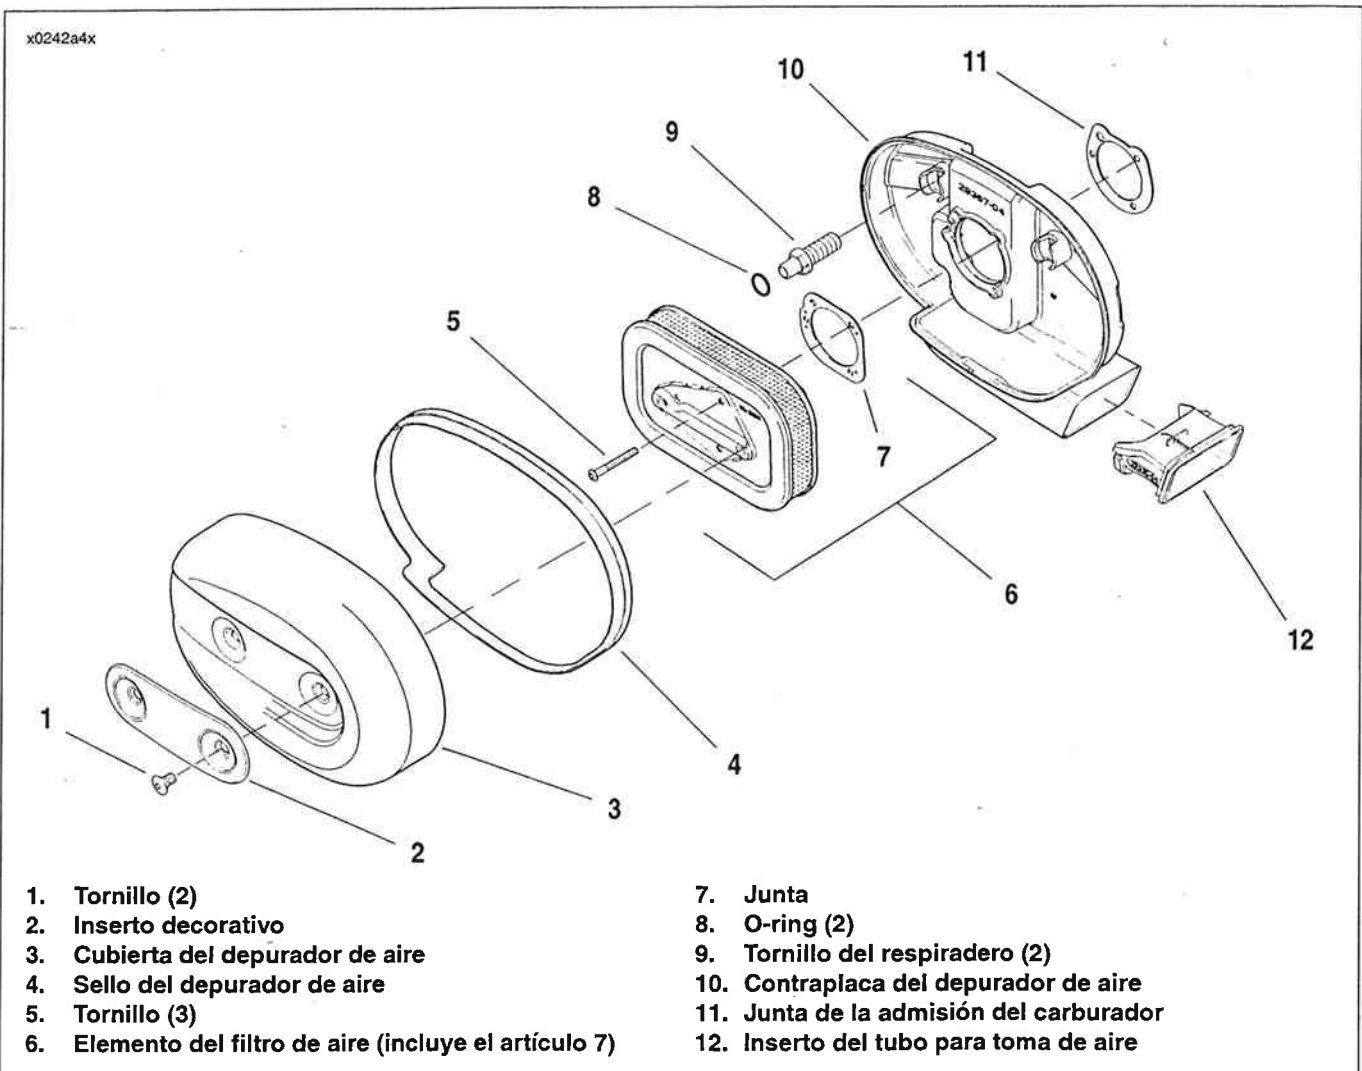

Figura 4-7. Conjunto del depurador de aire
1. Vea la Figura 4-7. Quite dos tornillos (1) y el inserto decorativo (2) de la cubierta del depurador de aire (3).
2. Quite la cubierta del depurador de aire de la contraplaca del depurador de aire (10). Quite el sello del depurador de aire (4) de la cubierta del depurador de aire.
3. Quite tres tornillos (5). Quite el elemento del filtro (6) y la junta (7) de la contraplaca del depurador de aire. Deseche la junta. Si se quita el elemento de filtro solamente para limpiarlo, continúe con la LIMPIEZA, INSPECCIÓN Y REPARACIÓN en 4.6 DEPURADOR DE AIRE.
6. Vea la Figura 4-7. Si el inserto del tubo de admisión de aire (12) necesita ser reparado o reemplazo, quítelo de la contraplaca del depurador de aire.
1. Vea la Figura 4-7. Limpie minuciosamente la contraplaca del depurador de aire (10) y el interior de la cubierta del depurador de aire (3).
2. Si el elemento del filtro de aire (6) se daña o si el medio de filtraje no se puede limpiar bien, reemplace el elemento y siga al paso 6.
2. Vea la Figura 4-7. Si el inserto del tubo de admisión de aire (12) se extrajo de la contraplaca del depurador de aire, deslice el inserto en la contraplaca del depurador de aire y encájelo en su lugar.
3. Coloque la junta nueva (11) y la contraplaca del depurador de aire (10) en la entrada de aire del carburador. Asegure la contraplaca del depurador de aire a la culata del motor con dos tornillos del respiradero (9). Apriete a 9,5-13,6 N·m (84-120 lb-pulg.).
4. Aplique una capa fina de aceite de motor o grasa liviana a los o-ring (8). Esto ayudará a prevenir que se dañen cuando se instale el elemento del filtro de aire.
5. Coloque una junta nueva (7) en la contraplaca del depurador de aire. Asegúrese de que los orificios de la junta están alineados con los de la contraplaca.
6. Instale el elemento del filtro de aire (6) sobre la contraplaca. Asegure con tres tornillos (5). Apriete a 4,5-6,8 N·m (40-60 lb-pulg.).
7. Instale el sello del depurador de aire (4) en la cubierta del depurador de aire (3). Para asegurar el sellado correcto, asegúrese de que el sello del depurador de aire cubre el borde completo de la cubierta del depurador de aire.
9. Instale el inserto decorativo (2) y asegúrelo con dos tornillos (1). Apriete a 4,1-6,8 N·m (36-60 lb-pulg.).